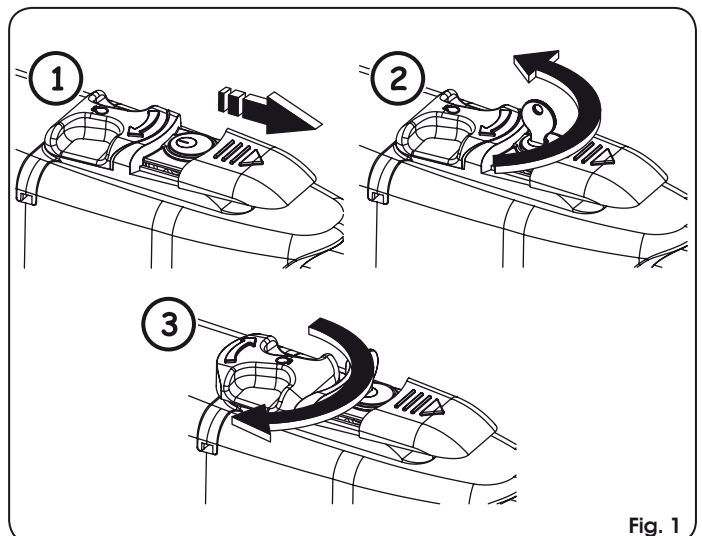

Fig. 1
2. Schuif het beschermdeksel weg, fig. 1/1.
3. Steek de sleutel erin en draai hem 90°, fig. 1/2.
4. Om de aandrijving te ontgrendelen draait u de bedieningshendel 180° in de richting van de pijl op het ontgrendelsysteem, fig. 1/3.
1. BESCHRIJVING (Fig. 1)	pag.22